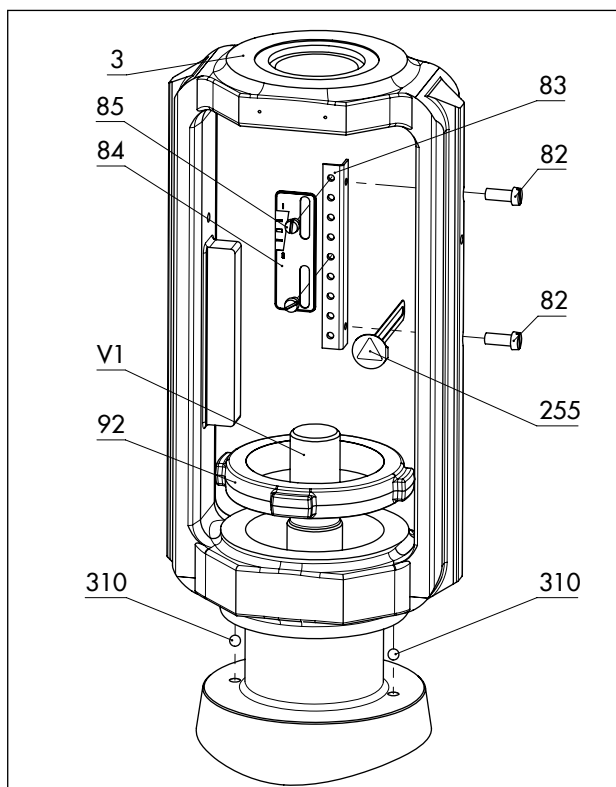
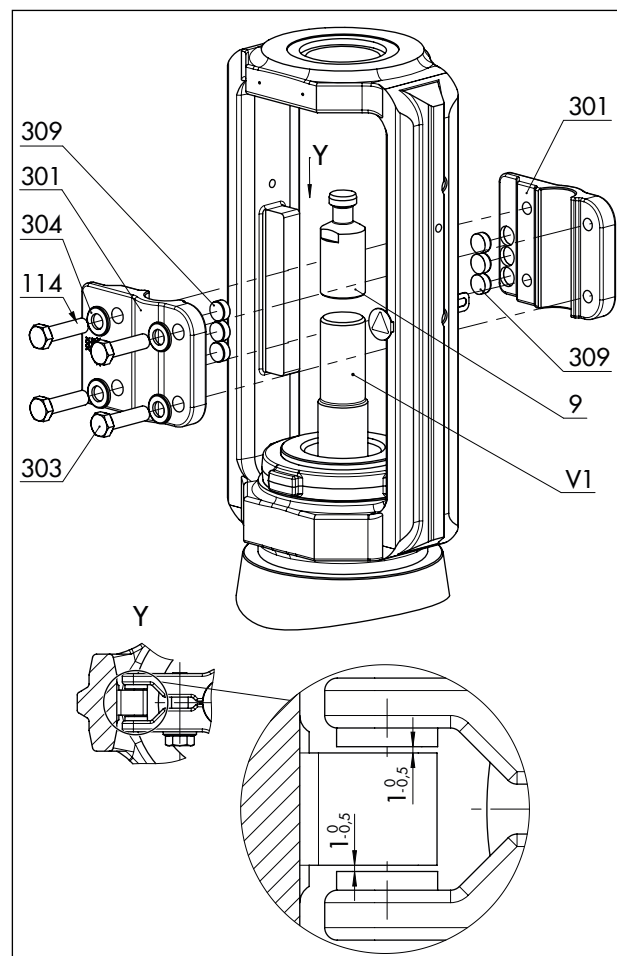

Fig. 14: Visão geral do conjunto da arcada com escala indicadora de curso na versão standard
Fig. 15: Visão geral do conjunto da fixação antirrotação na versão standard
Consulte a Fig. 14 e a Fig. 15
- Existe uma folga nominal de 0,5 a 1 mm entre as anilhas deslizantes e a sua superfície de contacto na arcada de cada lado (consulte a vista Y detalhada na Fig. 15).